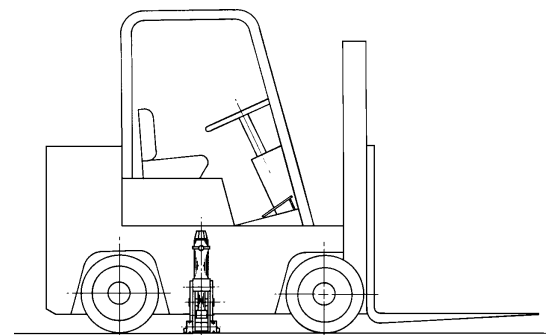

Figura 3
1. Coloque el gato más cerca de las ruedas traseras que de las ruedas delanteras para mantener el equilibrio. Consulte la Figura 3. Si la carretilla elevadora parece más pesada en un extremo, baje el gato y acérquelo al extremo más pesado.